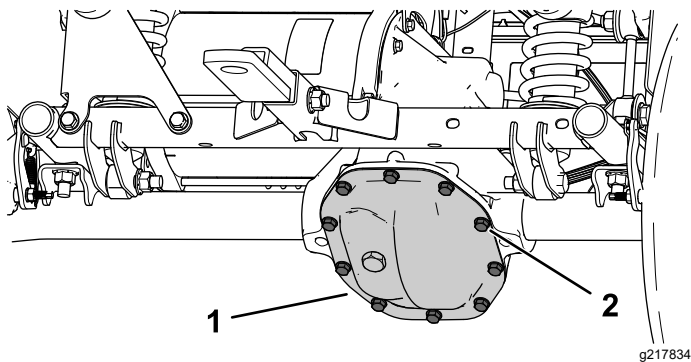

Figure 54
2. Retirez les boulons de la protection de la boîte-pont et vidangez tout le liquide (Figure 54).
1. Placez un bac de vidange sous la protection de la boîte-pont (Figure 54).